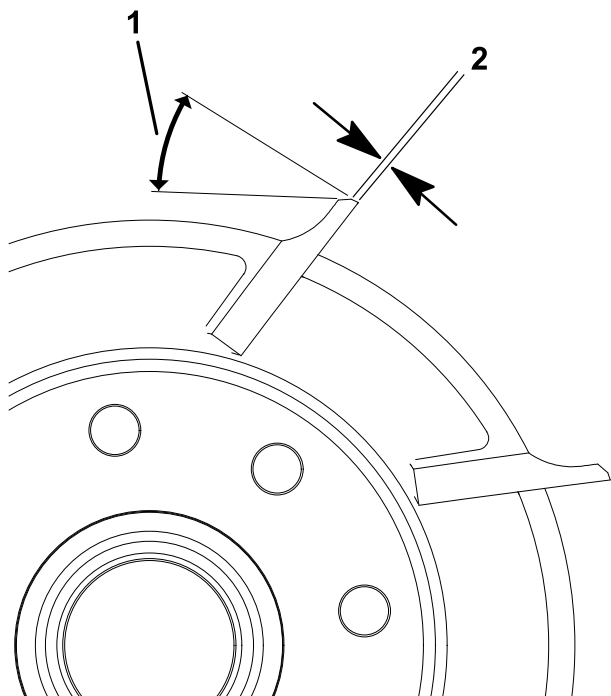

Figure 19
1. Créez un angle de dépouille de 30° sur toutes les lames de cylindre jusqu'à obtention d'une facette de 0,76 mm (Figure 19).